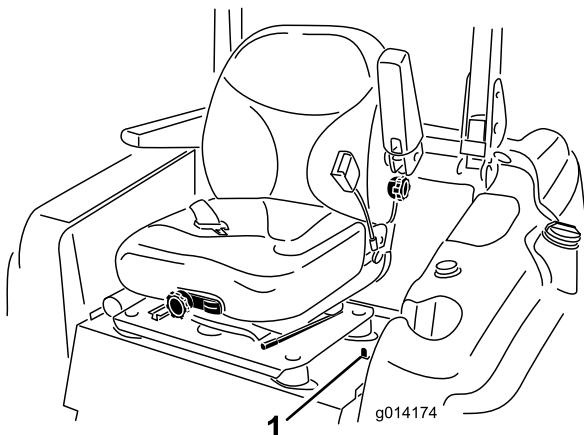

Figura 23
1. Mueva el enganche del asiento, situado en el lado izquierdo del asiento, hacia atrás para desenganchar el asiento, y tire hacia adelante la parte superior del asiento (Figura 23).